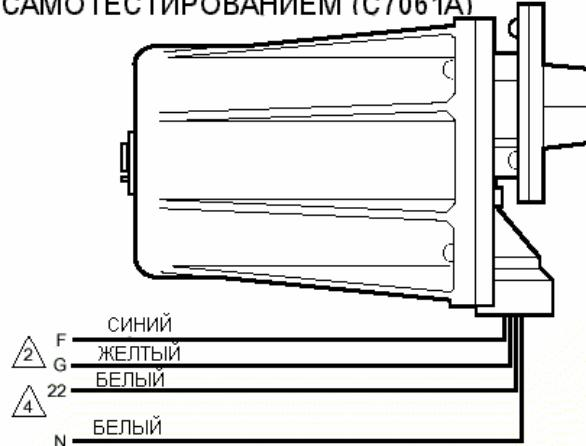

Рис. 12. Удаленный монтаж модуля дисплея с клавиатурой.
- 1 Если имеются соответствующие сертификаты, то модуль дисплея с клавиатурой может монтироваться с передней стороны двери панели или в другом удаленном месте Рис. 12.
- a. Используйте кронштейн для удаленного монтажа как лекало. Отметьте место для четырех винтов и просверлите отверстия. Закрепите кронштейн для удаленного монтажа четырьмя винтами M3.5 x 0.6, см. Рис. 12.